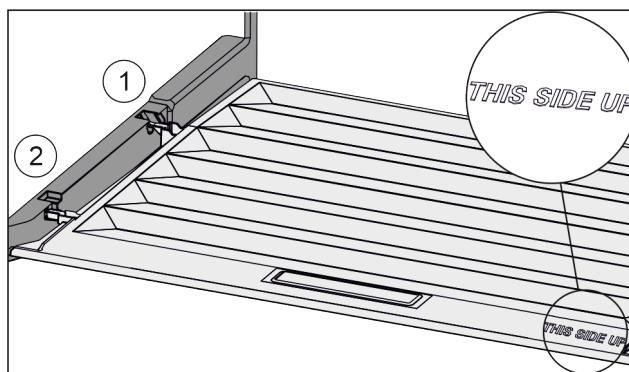

Fig. 55
- ▶ Ramiona pokrywy wprowadzić ponad otworem tylnego uchwytu Fig. 55 (1) i zazębnić z przodu w uchwycie Fig. 55 (2).